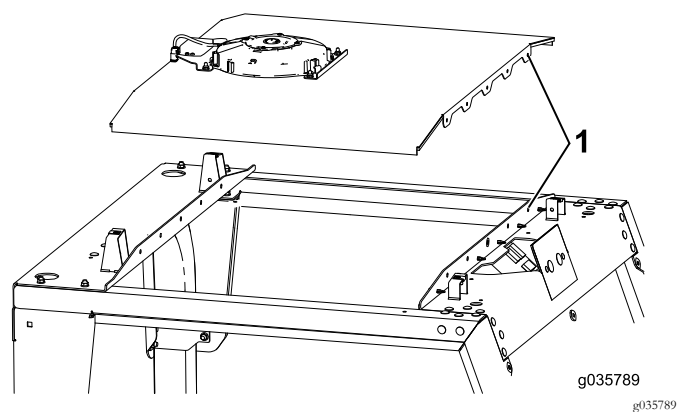

Figura 4
- Posizionate il gruppo soffitto sulla macchina, allineando i fori dei rivetti nel gruppo soffitto con i fori dei rivetti sulla macchina (Figura 4).